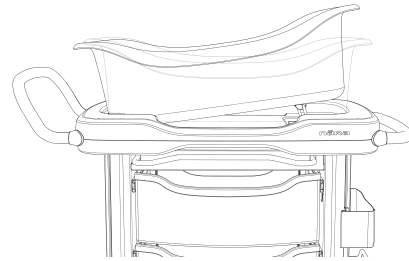

Figura 6 – Incline la cesta
3. Eleve la cesta ligeramente y levante la barra de inclinación desde la ranura (Figura 6).